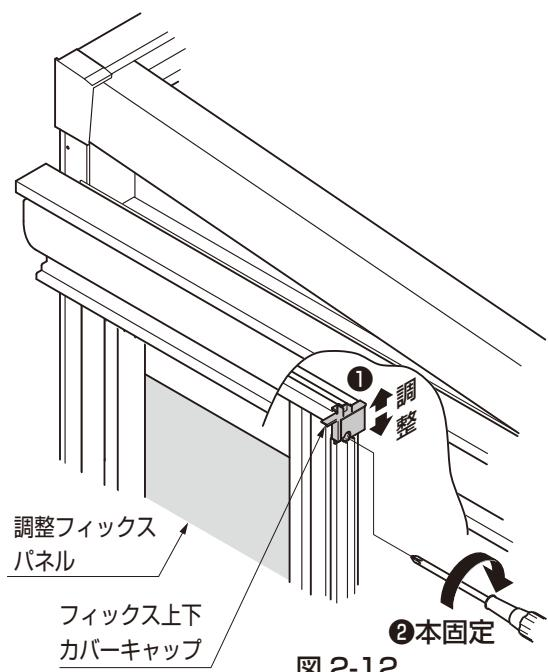
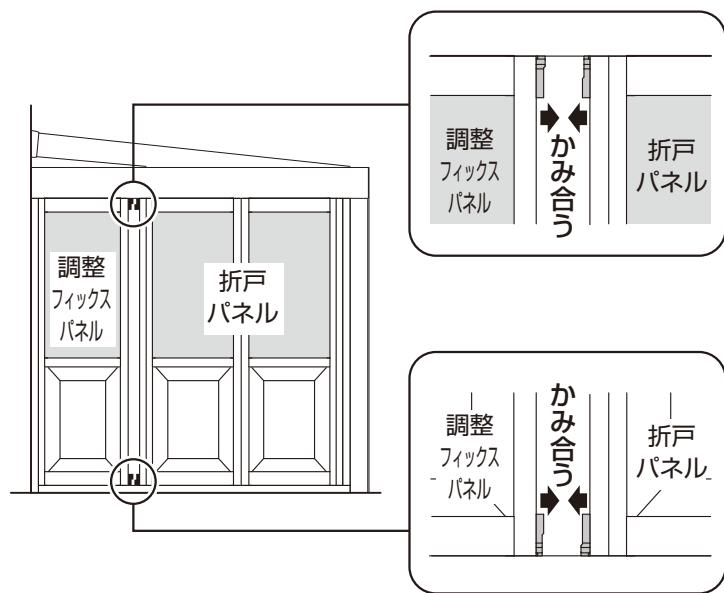

図 2-12
図 2-13
①フィックス上下カバーキャップ1、2と折戸パネル上下のパネルスペーサー大1、2がきちんとかみ合う位置で【1-5】を本固定してください。 (図2-12、図2-13参照)